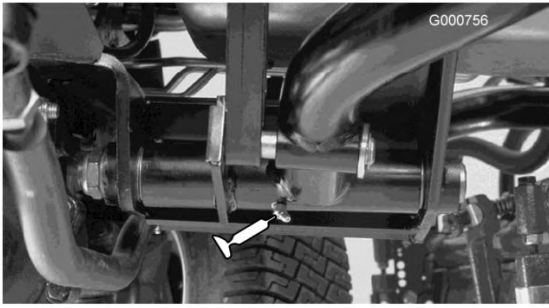

Figure 50
- Pivots de bras de levage arrière (2) (Figure 50)